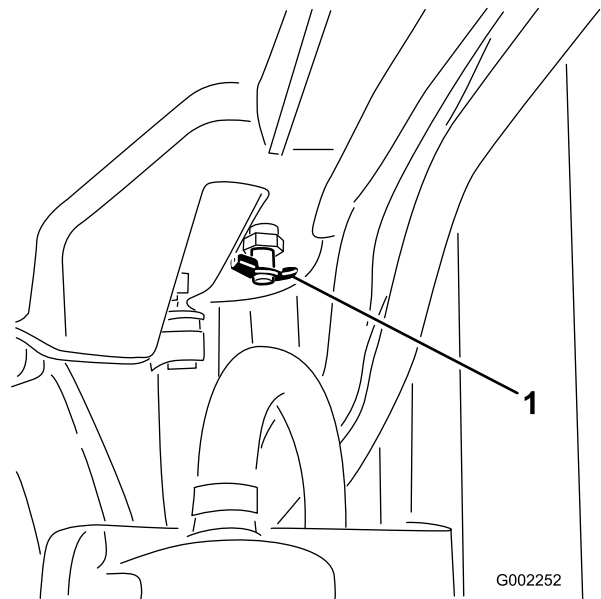

Figura 55
4. Abra o tampão do radiador (Figura 55) e deixe escorrer o líquido de arrefecimento para o recipiente.